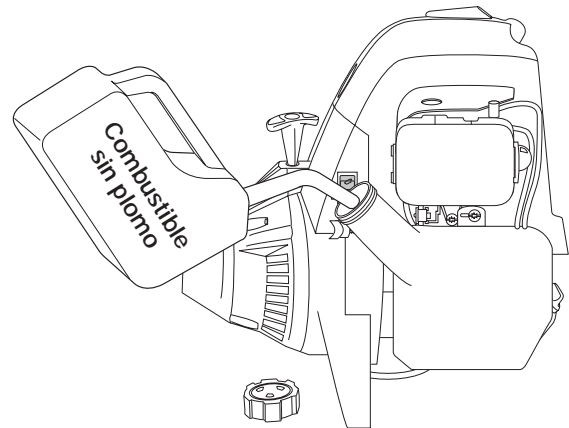

Figure 10
2. Coloque el pico del recipiente de gasolina en el orificio de llenado del tanque de gasolina (Fig. 10) y llene el tanque.